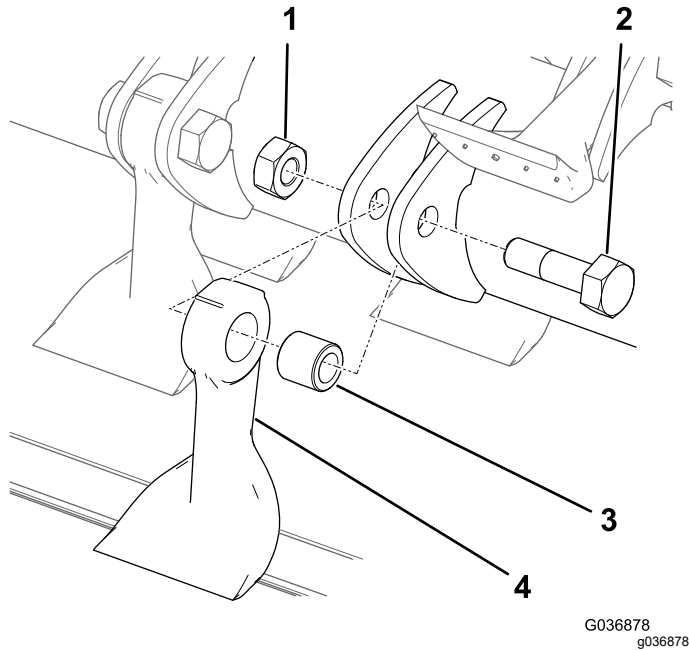

Figura 74
- Sujeta la cuchilla con un trapo o un guante acolchado y retire la tuerca, el perno, el casquillo y la cuchilla (Figura 74).
- Instale una cuchilla y casquillo nuevos con una tuerca nueva y un perno nuevo (Figura 74).